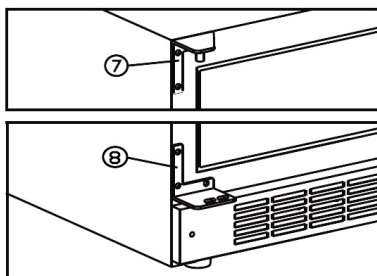

fig. 6.4
- Monter vedlagte venstre top- og bundhængsel (7 + 8). Se fig. 6.4
- Isæt den tidligere afmonterede dørtap (3) i bundhængslet
- Monter døren op i tophængslet (7) og ind på dørtappen (3), fastskrue dørtappen (1)